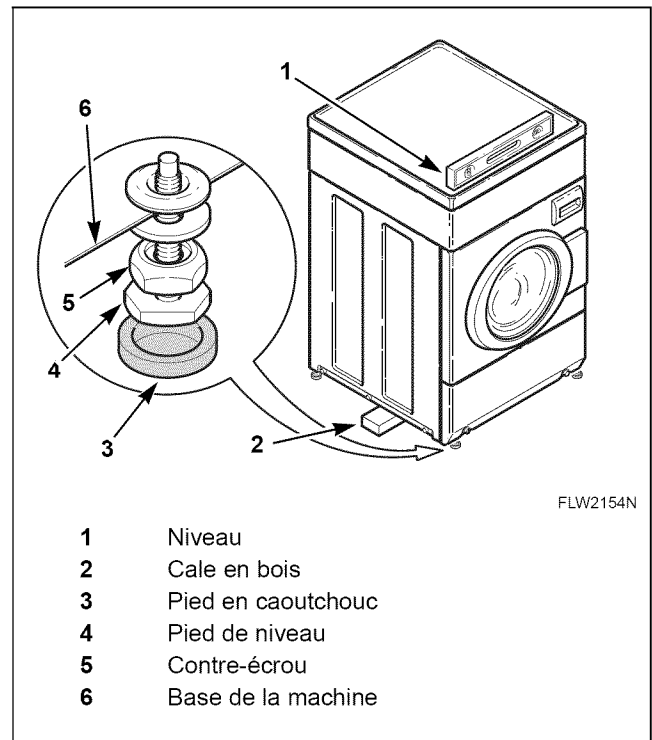

Figure 3
Pour faciliter l'accès aux pattes de mise à niveau, placer une cale en bois sous la machine. Se reporter à la *Figure 3*.
**REMARQUE :** Le niveau doit se trouver sur une portion surélevée du panneau supérieur tel. Se reporter à la *Figure 3*.
Placer les embouts en caoutchouc (qui se trouvent dans le sac d'accessoires) sur les quatre pattes de mise à niveau. Se reporter à la *Figure 3*.